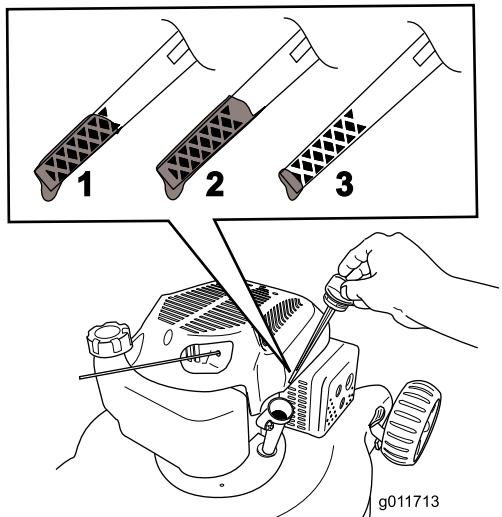

Рисунок 8
5. Для того, чтобы правильно определить уровень масла на масломерном щупе, см. Рисунок 8.
Примечание: Заливайте масло в картер двигателя до тех пор, пока масломерный щуп не покажет, что достигнут нужный уровень масла в двигателе, как показано на Рисунок 8. В случае перелива слейте некоторое количество масла из двигателя, как описано в разделе «Замена моторного масла».